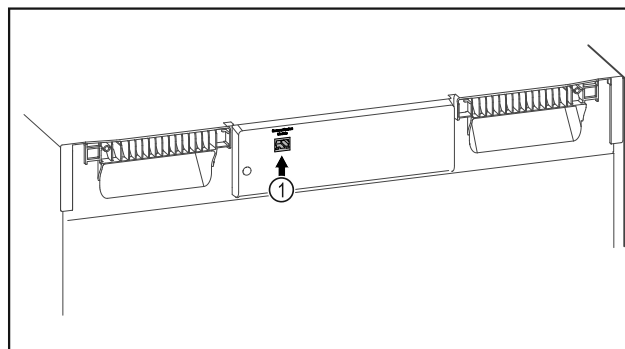

Fig. 110
- ☐ Vstavljen je SmartModule Fig. 110 (1).